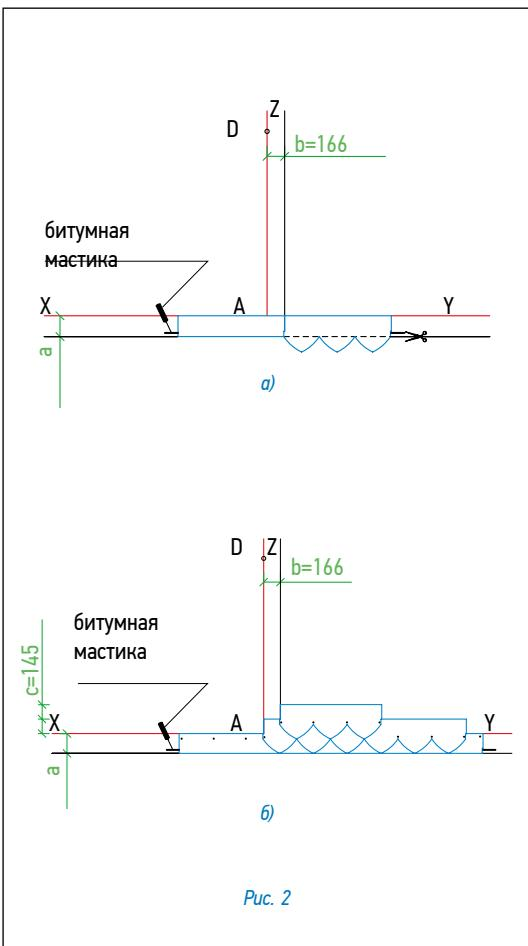

Рис. 2
Каждый лист черепицы крепится 4 гвоздями в штатных местах таким образом, чтобы гвоздь прошивал и верхний край низлежащего листа черепицы (рис. 2б).
Укладка материала (рис. 2)
- Начальный ряд формируется из специальной коньково-карнизной черепицы, либо из листов черепицы обрезанных по линии образованной конечными точками вырезов. Элементы начального ряда укладываются по линии карниза в обе стороны от линии Z (рис. 2а) и фиксируются по нижнему краю битумной мастикой, а по верхней кромке 4 гвоздями (ось гвоздей на 5 см ниже верхнего края полосы);
- далее первый ряд черепицы укладывается от линии AD (рис. 2б);
- второй ряд укладывается от линии Z (со смещением 16,6 см от AD) (рис. 2б);
Каждый лист гибкой черепицы крепится 4 гвоздями в штатных местах таким образом, чтобы гвоздь прошивал и верхний край низлежащего листа черепицы (рис. 2б).
- Начальный ряд формируется из специальной коньково-карнизной черепицы, либо из листов черепицы обрезанных по линии образованной конечными точками вырезов. Элементы начального ряда укладываются по линии карниза в обе стороны от линии Z (рис. 2а) и фиксируются по нижнему краю битумной мастики, а по верхней кромке 4 гвоздями (ось гвоздей на 5 см ниже верхнего края полосы);
- второй ряд укладывается от линии Z (со смещением 12,5 см от AD) (рис. 2б);